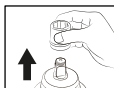

Abb. 9B
4. Um den Steckschlüsseleinsatz zu entfernen, ziehen Sie es vom dem Vierkant-Antrieb ab. (Abb. 9B)